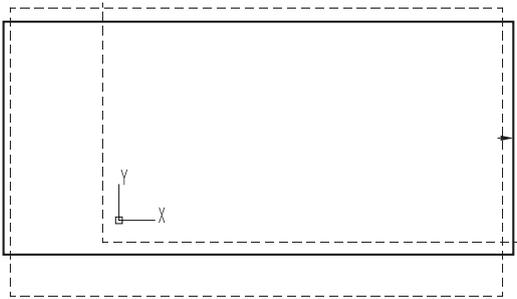

图 1-37 动态缩放图框
(1) “全部 (A)”选项。选择该选项，系统将图形全部缩放，所有图形实体都显示到已设定的图形范围之内，这是常用的缩放类命令。
(2) “中心 (C)”选项。选择该选项，既可以用十字光标完成中心点取点操作，也可以输入坐标值完成中心点取点操作。
(3) “动态 (D)”选项。选择该选项，屏幕上会显示全部图形，并显示以下三个图框（见图 1-37）：
①可移动的视图框。该视图框中间区域显示“×”时为移动视图框，当显示“→”时可以调整视图框的大小，选择合适的图形范围。
②绿色虚线视图框。该视图框表示当前图形的显示范围。
③蓝色虚线视图框。该视图框表示所有图形的显示范围。调整可移动的视图框到合适的位置，按 Enter 键即可显示选中的图形和区域。